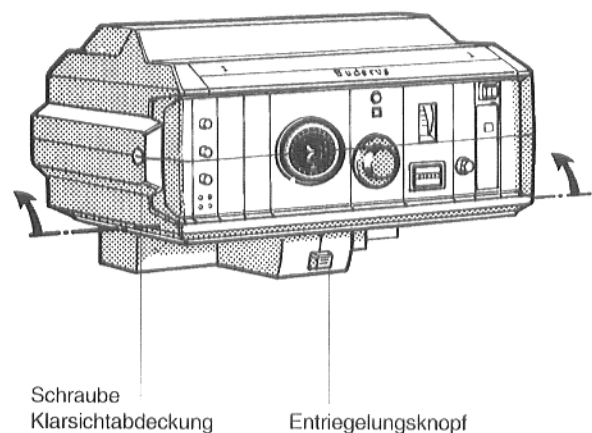

Abb. 31: Regelgerät
- Schlitz der Befestigungsschraube für die Klarsichtabdeckung des Regelgeräts in waagerechte Stellung bringen, z.B. mit der einer Münze, Klarsichtabdeckung von vorne einschieben und Schraubenschlitz senkrecht stellen (Abb. 31).
Zur besseren Sicht auf die Bedienelemente des Regelgeräts kann das Oberteil in zwei Stellungen nach oben geschwenkt werden (Abb. 31).
Beim Zurückschwenken in die Ausgangsposition Entriegelungsknopf drücken (Abb. 31).